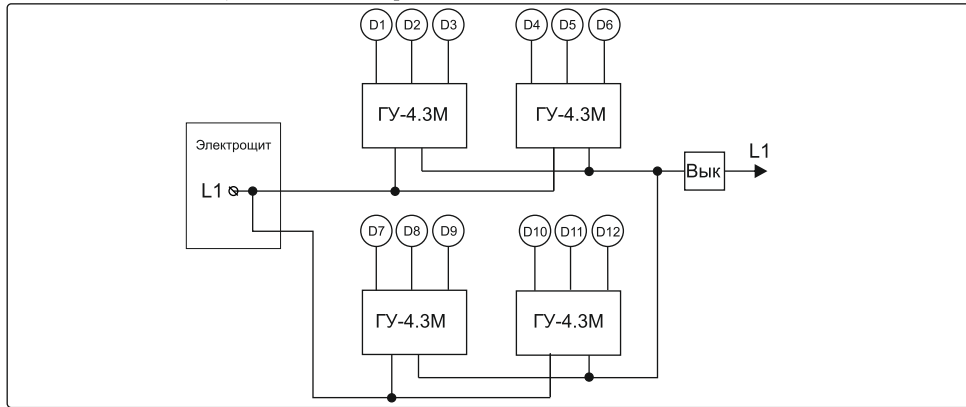

Рисунок 4. Разделение на две группы по питанию.
- Подключить питающую сеть к каждой группе отдельным кабелем (с поперечным сечением жилы не менее 1,5-2,5 мм²), как показано на рис. 4.